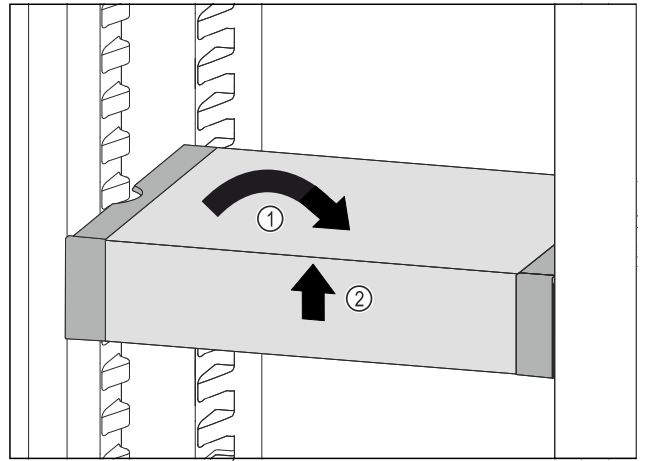

Fig. 240
- Aseta VarioSafe suoraan. Fig. 240 (1)
- Nosta VarioSafe-vetolaatikkoa edestä. Fig. 240 (2)